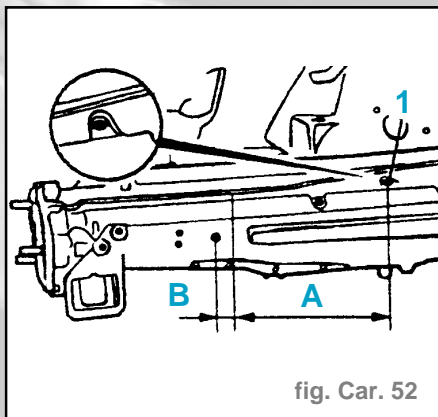

fig. Car. 52
- Côte (A) = max **215 mm** en partant de l'orifice de  $\varnothing$  **12 mm** destiné à recevoir le silentbloc du point d'ancrage avant de l'essieu.
- Si le longeron moteur n'est endommagé que jusque avant le plan d'ancrage de l'absorbeur de chocs, déterminer la ligne de coupe à partir de la côte (B).
- côte (B) = au moins **25 mm** de l'alésage de  $\varnothing$  **10 mm**.
**Remarque :** Vue sur le longeron moteur depuis le compartiment moteur (fig. Car. 52)